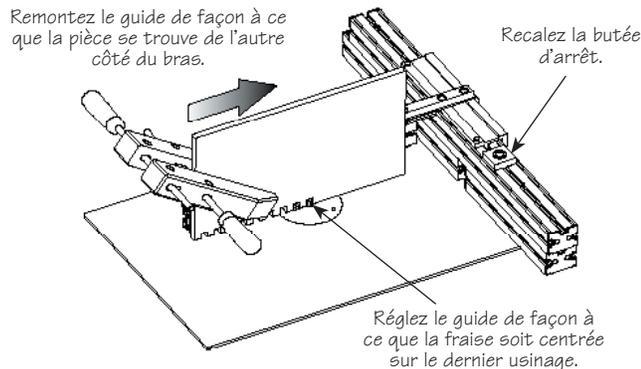

Figure 26: Inversion de l'ensemble guide et pièce.
2. Desserrez les deux vis de bras et retirez le guide (la pièce étant toujours serrée sur le guide). Insérez le guide par l'autre extrémité de façon à ce que la pièce se trouve maintenant de l'autre côté, comme le montre la **figure 26**.
- Réglez le guide de façon à ce que la fraise soit centrée sur le dernier usinage (débranchez la toupie et tournez la fraise à la main pour vérifier le calage), voir la **figure 26**. Serrez les vis de bras.